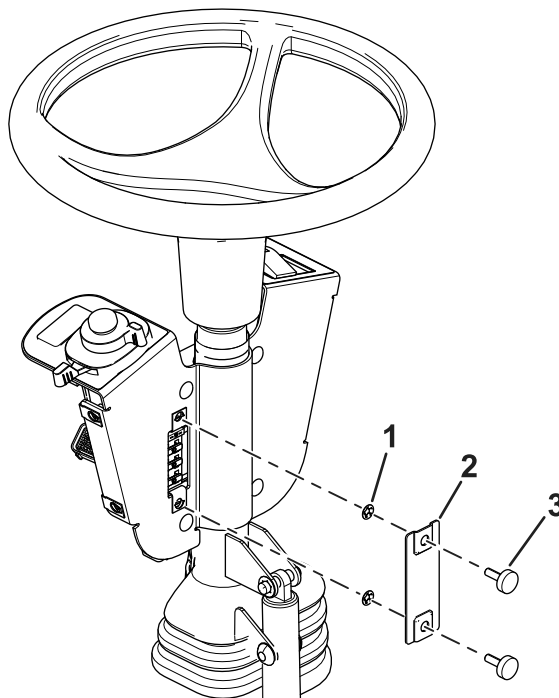

Bild 9
11. Befestigen Sie die Sicherungsabdeckung mit zwei Rändelschrauben und zwei Steckmutter an der Schalterhalterung (Bild 9).
Hinweis: Stellen Sie sicher, dass die Steckmutter auf der Innenseite der Sicherungsabdeckung eingesetzt sind (Bild 9).